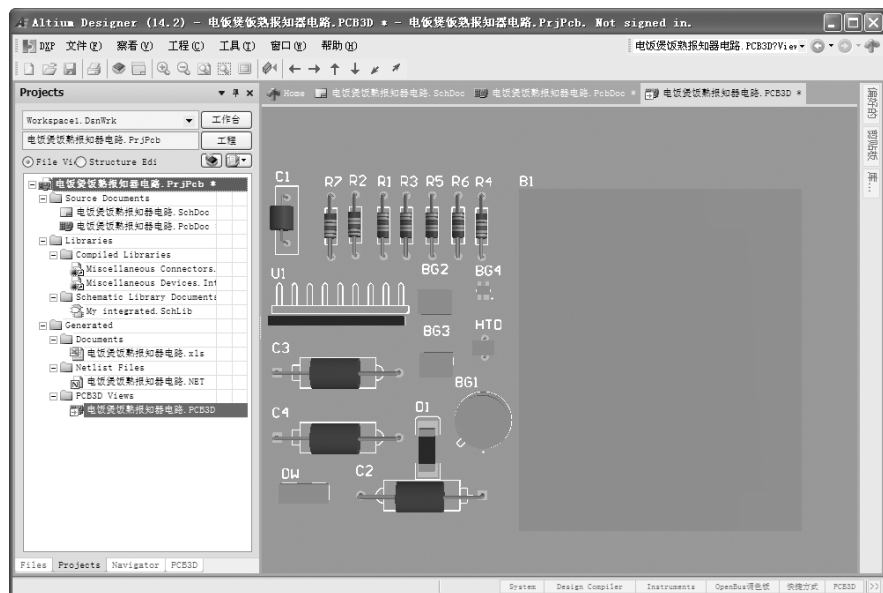

图 8-36 PCB 板 3D 效果图
2) 选择菜单栏中的“工具”→“遗留工具”→“3D 显示”命令, 系统生成该 PCB 的 3D 效果图, 加入到该项目生成的“PCB 3D Views”文件夹中, 如图 8-36 所示。